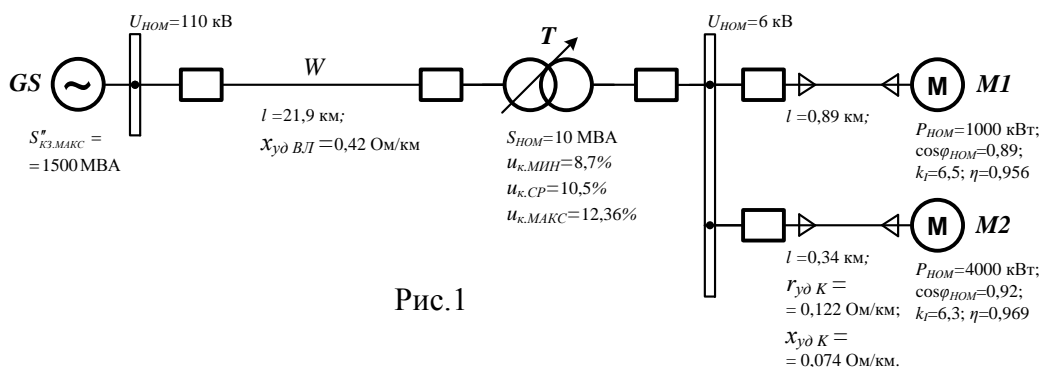

Рис.1
3. Определить параметры срабатывания цифровой защиты от перегрузки асинхронного двигателя М1 (рис.1).